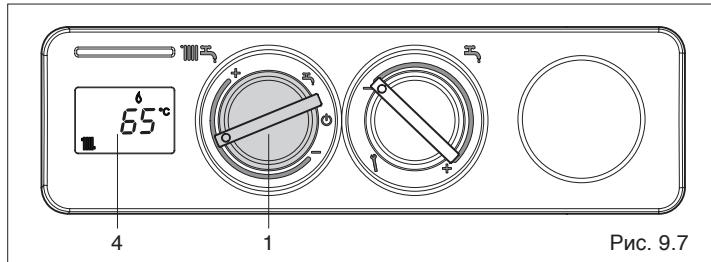

Рис. 9.7
- Режим «Зима»: установите переключатель функций (1, Рис. 9.7) внутри зоны, обозначенной знаками + и - если вы хотите, чтобы котёл работал на отопление и на ГВС. Приоритет будет у функции ГВС. При запросе на нагрев воды в бойлере на дисплее (4, Рис. 4.5) отобразится температура горячей воды, значок работы в режиме ГВС и значок пламени . При запросе тепла для отопления котёл включится, на дисплее (4, Рис. 9.7) отобразится температура воды в котле, значок работы в режиме отопления и значок пламени .